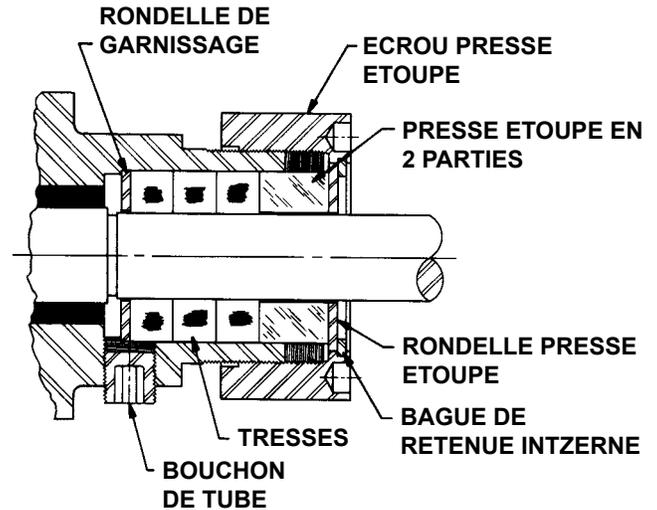

FIGURE 4
6. **PROCEDURE DE DEMONTAGE RESTANTE** pour la pompe à tresses série 724. (Voir Figure 4).
3. **REMONTAGE DE LA SERIE 724 (Voir Fig. 4).**